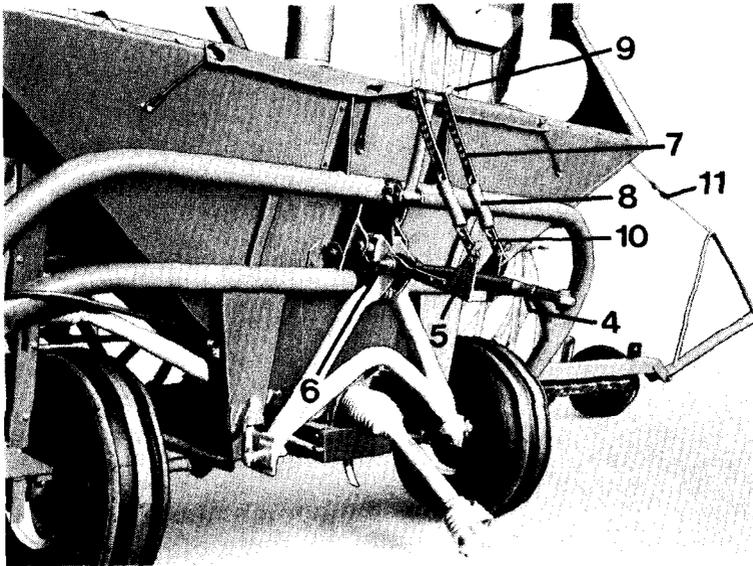

Fig. 12
1. Der Oberlenker (Fig. 12/4) ist **über** den Mitnehmerbügel (Fig. 12/5) zu führen und mit Bolzen und Klappsplint (Fig. 12/6) zu befestigen. Die Flacheisen (Fig. 12/7) sind so einzuhängen, daß der Mitnehmerbügel (Fig. 12/5) dicht unter dem Oberlenker (Fig. 12/4) sitzt. Die Zugfedern (Fig. 12/8) dürfen auf keinen Fall gespannt sein.
2. Bei ganz ausgehobener Maschine sollen die Zugfedern (Fig. 12/8) nicht mehr als 1–2 cm auseinandergezogen werden. Sollte das nicht der Fall sein, läßt sich der Hub (Aushebeweg der Spuranreißer) durch Verstellen der Flacheisen (Fig. 12/7 und /10) und des Mitnehmerbügels (Fig. 12/5) vergrößern oder verkleinern. Dadurch ist auch eine Feineinstellung des Aushebewegs möglich.
3. Durch Betätigen der Schlepperhydraulik den Wechsel der Spuranreißer kontrollieren. Der nicht arbeitende Spuranreißer soll ca. 30 cm Bodenabstand haben. Eventuell Seillänge mit Hilfe der Seilklemme (Fig. 12/11) verstellen.